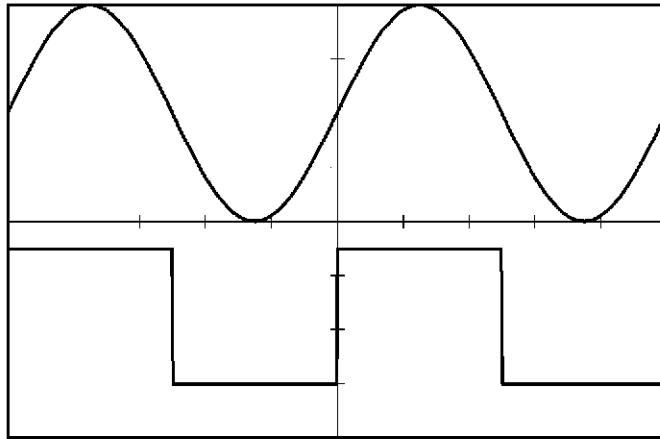

図 8-22 シーケンス・マーカ、ポジティブの確認波形
14. 図 8-22 のように、出力信号が正の区間でハイになっているマーカが出力することを確認します (マーカ極性ポジティブの確認)。